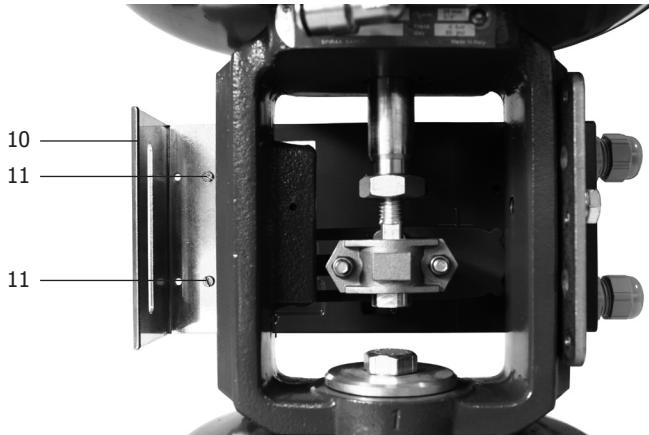

Рис. 11
- 5.1.10 Установите защитную пластину (10) на заднюю сторону позиционера SP200 и закрепите с помощью 2 винтов M3 (11) (Рис. 11).